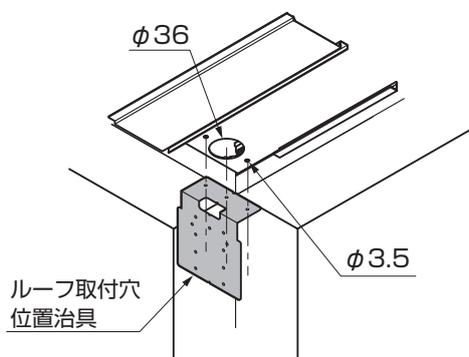

図12-36 A部詳細図
- ルーフ取付穴位置治具の折り曲げ部を樋の入隅部に突き当てると正確に位置出しができます。（図12-36参照）